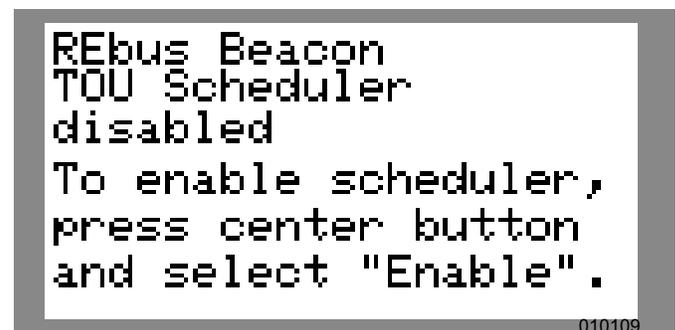

Figura 6-10. Configuración del programa TOU (1 de 4)
- Consulte la Figura 6-10. Navegue hasta la página de dispositivo Generac Beacon y presione el botón central para ingresar al menú del dispositivo.